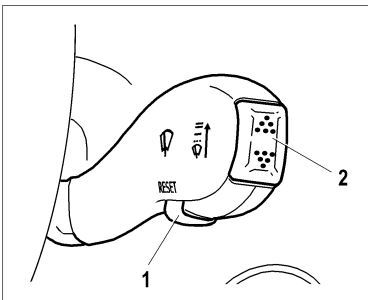

Рис. 30. Клавиши подрулевого переключателя
- клавиша «Reset» 1 (рис. 30);